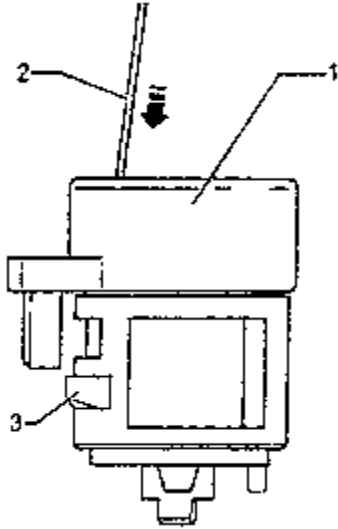

图 11-86 拆卸和安装锁芯
④在点火开关钥匙旁边，把钢丝（大约 $\phi 1.2\text{mm}$ ）插入孔中，如图 11-86 中箭头所示。如果钢丝不能正确地插入孔中的话那么就必须分解点火开关的钥匙。
⑤如图 11-86 所示。使用钢丝，释放（箭头）锁芯柱的固定杆，并且从方向盘锁壳中取出锁芯。